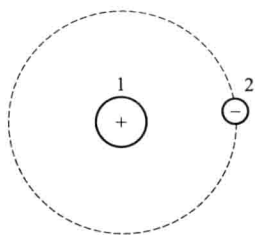

图 1-1 氢原子结构示意图
(1) 原子很小 原子虽然很小，但是也有质量。例如一个碳原子的质量为 $1.993 \times 10^{-23} \text{ g}$ 。
(2) 原子在不断运动着 化学反应就是原子运动的一种形式。在化学反应中，分子可以分成为原子，原子又可以重新组合成为新的分子。
(3) 原子是具有复杂结构的微粒 原子是由原子中心带正电的原子核和核外带负电的电子组成的，每一个电子带有一个单位的负电荷。氢原子的结构如图 1-1 所示意。原子核带的正电荷数与核外电子带的负电荷数相等，所以原子不显电性。但原子在一定的条件下，可得到或失去电子，成为带有电荷的原子。这种带有电荷的原